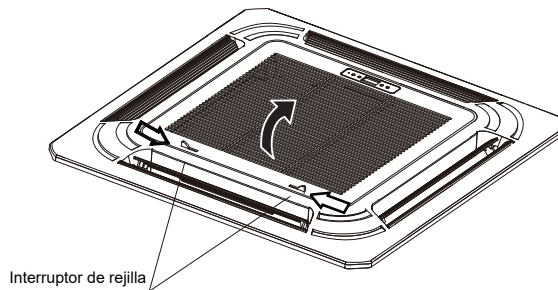

Figura 3.12
- Presione los dos cierres de la rejilla hacia adentro al mismo tiempo en la dirección indicada por las flechas para levantarla (Figura 3.12).